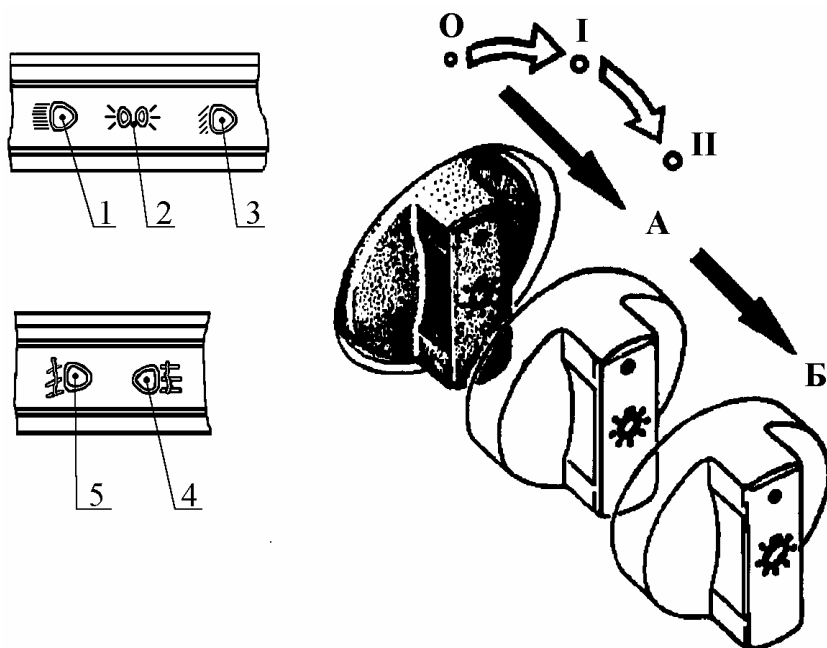

Рис. 2. Проверка центрального переключателя света:
4.1.2. Повернуть рукоятку центрального переключателя света (рис.2) на левой надставке панели приборов из положения 0 в положение I. Должны загореться габаритный свет в передних и задних фонарях, сигнализатор 2 на комбинации приборов, фонари освещения заднего номерного знака, подсветка комбинации приборов и плафон освещения багажника.
При включении ближнего или дальнего света должны загореться сигнализаторы 1, 3 (рис.2) на комбинации приборов.